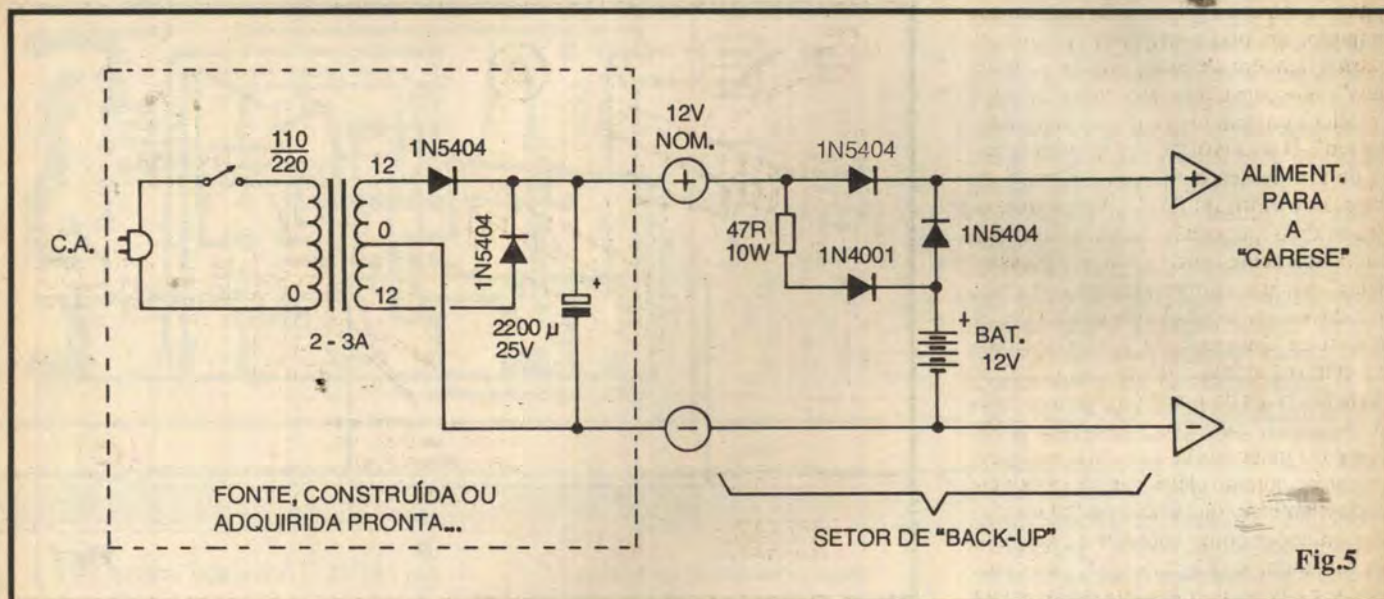
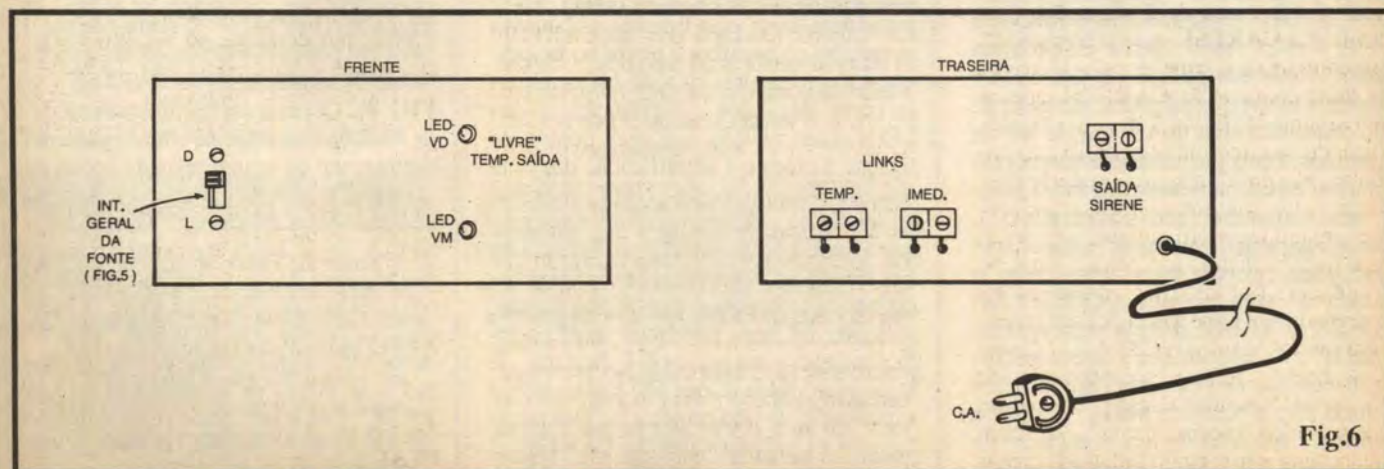

Fig.5
Fig.6
- 1 - Fonte de alimentação com Saída em 12 VCC, sob Corrente nominal de 2 ou 3 ampéres (ver FIG. 5). Se a fonte for construída pelo próprio montador, serão necessários os respectivos componentes (detalhes mais adiante...)
- 1 - Caixa para abrigar a montagem. As dimensões dependerão da inclusão ou não, no próprio container, da mencionada Fonte de Alimentação, eventual bateria de *back up* mais módulo de "apoio" (ver FIG. 5 e detalhes, mais adiante). Recomenda-se uma caixa padronizada em metal ou plástico forte.
## COMPONENTES PARA EVENTUAL MONTAGEM DA FONTE DE ALIMENTAÇÃO (FIG. 5)
- - Substrato para a montagem, semelhante aos requisitos da FONTE DE ALIMENTAÇÃO, já relacionados. Se o Leitor/Hobbysta optar pela realização da fonte e módulo de *back up* nos conformes do "esquema" da FIG. 5, poderá, para maior elegância e praticidade, incorporar os dois módulos numa só placa de Impresso, ou sobre uma única "ponte" de terminais, fixando todo o conjunto dentro da caixa previamente escolhida para conter o circuito da CARESE (ver FIG. 6)
### - FIG. 5 - "ESQUEMA" SUGERIDO PARA A FONTE DE ALIMENTAÇÃO "FEITA EM CASA", PARA O EVENTUAL ADENDO DE UM MÓDULO DE BACK UP...
bateria recebendo uma permanente carga sob Corrente bastante moderada (graças ao resistor limitador de 10R), e com os diodos formando uma "porta" ou "relê" em estado sólido, capaz de redirecionar a linha de energização, em caso de efetivo *black out*... Seja com módulo/fonte comprado pronto, seja com fonte "feita em casa", acoplada ou não ao sugerido módulo de *back up*, é elegante e prático que tudo seja acondicionado na mesma caixa destinada ao abrigo da placa principal do circuito (ver FIG. 6).
- FIG. 6 - SUGESTÕES BÁSICAS PARA A CAIXA DA CARESE... - Um bom sistema de alarme pressupõe, entre outras coisas, praticidade no uso... Tal requisito envolve - por óbvias razões - uma caixa elegante, simples, com os controles essenciais todos "à mão", acessos fáceis, pilotos e indicadores bem demarcados,